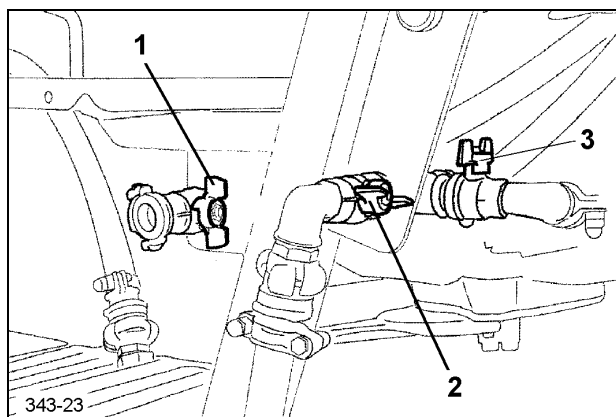

Fig. 2
- Ponga los grifos esféricos (Fig. 2) en la posición deseada.